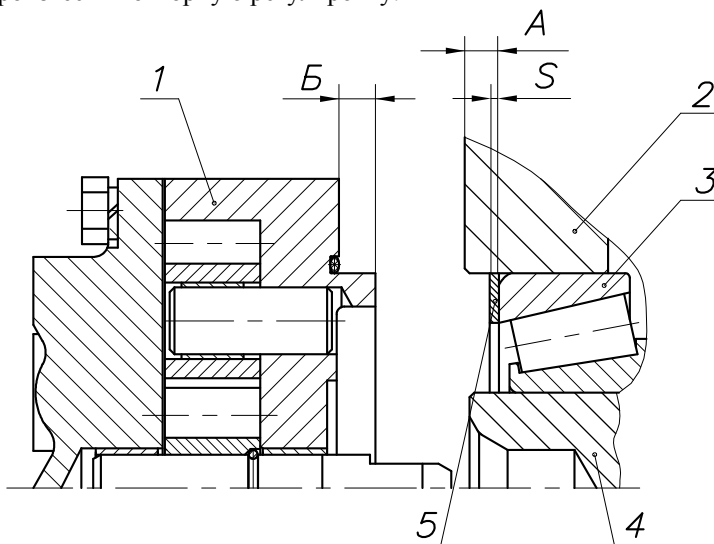

Рис.107:
5.1 Установить в расточку картера коробки передач наружное кольцо переднего подшипника промежуточного вала, после чего измерить абсолютную величину размера А (между торцами картера и наружным кольцом подшипника) рис. 107. При этом, наружное кольцо заднего подшипника промежуточного вала должно быть плотно (под усилием собственного веса вала) прижато к торцу проставки демультипликатора, а наружное кольцо переднего подшипника - к роликам. Перед замером промежуточный вал провернуть не менее пяти оборотов.